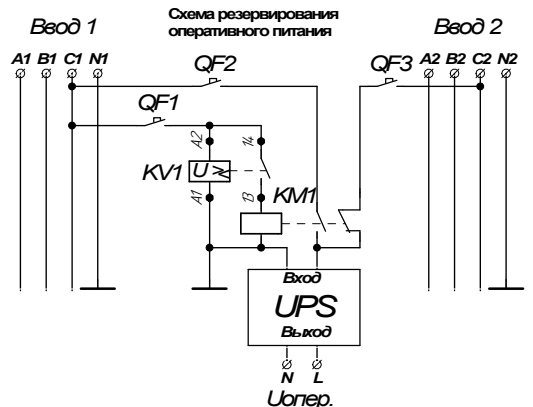

Рис.8 Схема получения оперативного питания с использованием реле напряжения, контактора и UPS
5.2.3. Схема получения оперативного питания с использованием реле напряжения, контактора и источника бесперебойного питания – UPS. Пример схемы изображен на рис. 8. Это наиболее надежное и эффективное решение.